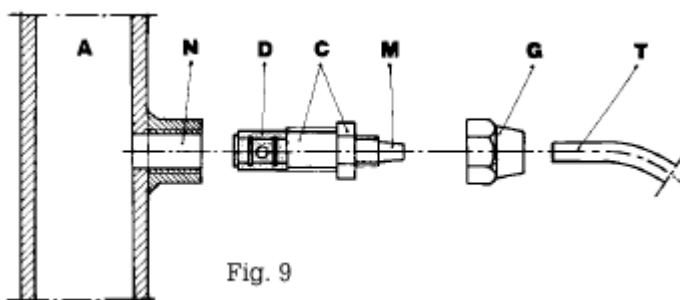

Fig. 9
g. – Seleccione el punto de inyección más apropiado en la tubería de la instalación a tratar y coloque un empalme de 3/8 " gas hembra. Este empalme no viene con la bomba. Enrosque la válvula de inyección en el empalme con la junta de impermeabilización de Teflón Fig.9. Conecte el tubo de la junta cónica de la válvula de inyección y asegúrelo con la abrazadera G correspondiente. La válvula de inyección es también una válvula estática.
### 3.1 –ESQUEMA DE MONTAJE DE LA VÁLVULA DE INYECCIÓN Fig. 9